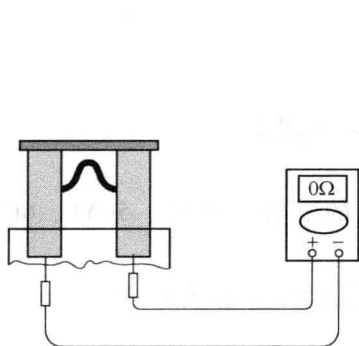

图 1-14 熔断器的检查
(1) 电路熔断器的检查 将万用表调整到电阻档,检查熔断器是否断路,如图 1-14 所示。显示 0Ω 时,说明熔断器是好的;显示 ∞ 时,说明熔断器是坏的。